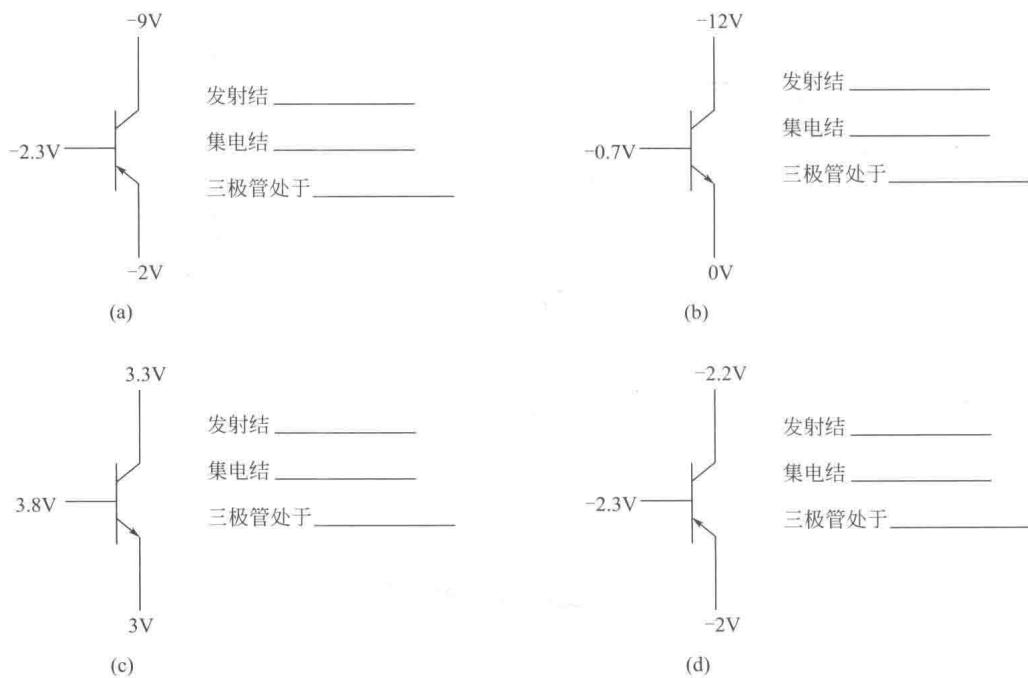

图 1-11
2. 三极管的每个电极对地的电位如图 1-11 所示，试判断各三极管处于何种工作状态（NPN 型为硅管，PNP 型为锗管）。